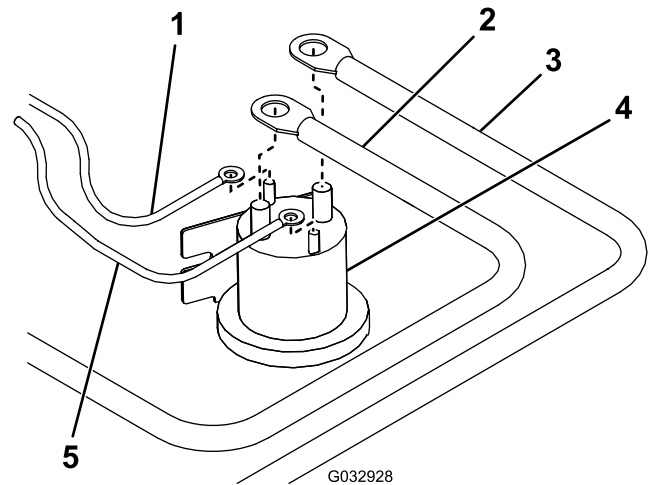

Bild 18
18. Schließen Sie das weiß/schwarze Kabel vom Kabelbaum an den kleinen Pol an der Pumpenstromspule an (Bild 18).
19. Schließen Sie das braune Kabel vom Kabelbaum an den anderen kleinen Pol an der Pumpenstromspule an (Bild 18).
21. Schließen Sie das rote Strom- bzw. Erdungskabel am großen Pol an der Pumpenstromspule an (Bild 18).
22. Schließen Sie das Batteriekabel am anderen großen Pol an der Pumpenstromspule an (Bild 18).